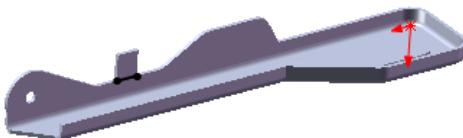
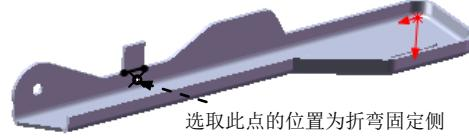

图 13.4.34 绘制的折弯线
图 13.4.35 确定折弯固定侧
② 定义折弯线草图。在草图环境中绘制图 13.4.34 所示的折弯线。
③ 选择下拉菜单 **插入(I)** → **退出草图** 命令，退出草图环境，此时系统弹出“绘制的折弯”对话框。
(3) 定义折弯固定侧。在图 13.4.35 所示的位置处单击，确定折弯固定侧。
(4) 定义钣金参数属性。在 **折弯参数(P)** 区域的 **文本框** 中输入折弯角度 130，在 **文本框** 中输入折弯半径 0.2。在 **折弯位置:** 区域中单击“折弯在外”按钮 。
(5) 单击 按钮，完成折弯 1 的创建。